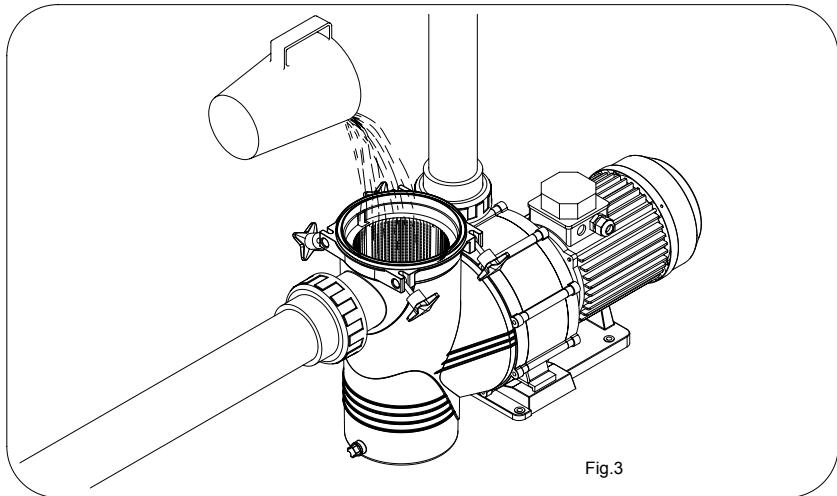

Fig.3
- En vue du bon fonctionnement de la pompe, il doit être procédé à l'amorçage de la pompe jusqu'à ce que l'eau débouche à travers la conduite d'aspiration (Fig.3).
- Il est impératif de remplir d'eau le pré-filtre de la pompe, sans quoi, le joint torique serait endommagé, ce qui provoquerait des fuites d'eau irrémédiables (Fig.3).